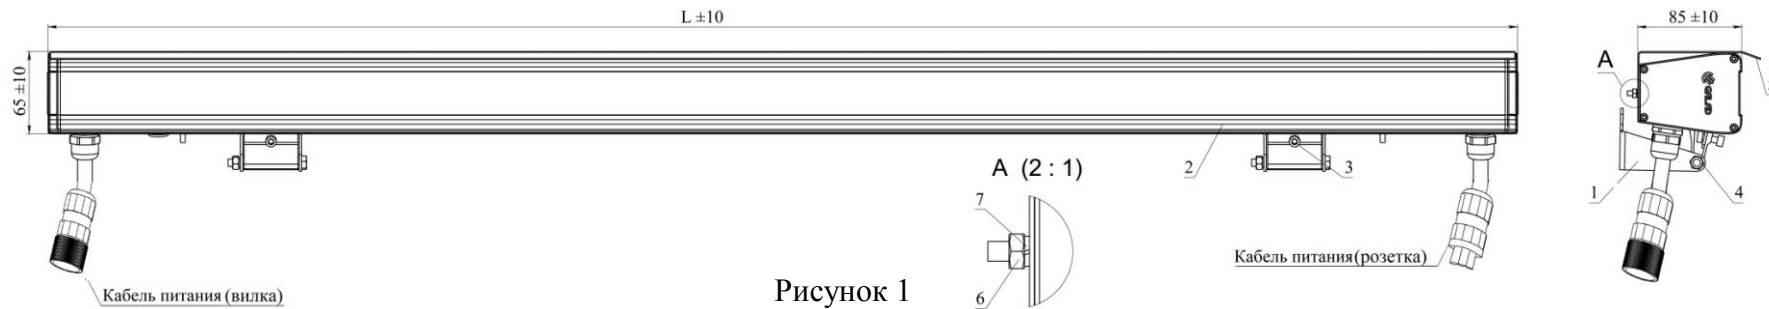

Рисунок 1
5.1. Установить два кронштейна (поз.1) (Рисунок 1) в паз корпуса (поз.2) и закрепить на корпусе винтами (поз.3), установленными в кронштейнах. **При комплектации светильника кронштейнами под установку на трубу см. п.5.4.1. и 5.4.2., с усиленными кронштейнами см. п.5.5.1.-5.5.4.**